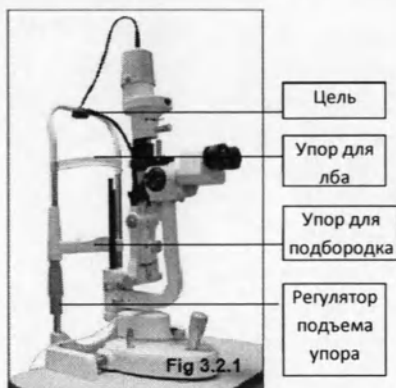

Рис. 3.2.1
18. Проверьте работу лампочки фиксации взгляда. Убедитесь что её яркость достаточна (Рис. 3.2.1).
Поместите подбородок пациента на упор для подбородка, а лоб – напротив упора для лба. Отрегулируйте упор для подбородка так, чтобы глаз пациента находился на уровне горизонтальной метки на подбороднике (Рис. 3.2.1).
приведет к повреждению очищаемых поверхностей (Рис. 3.2.1).